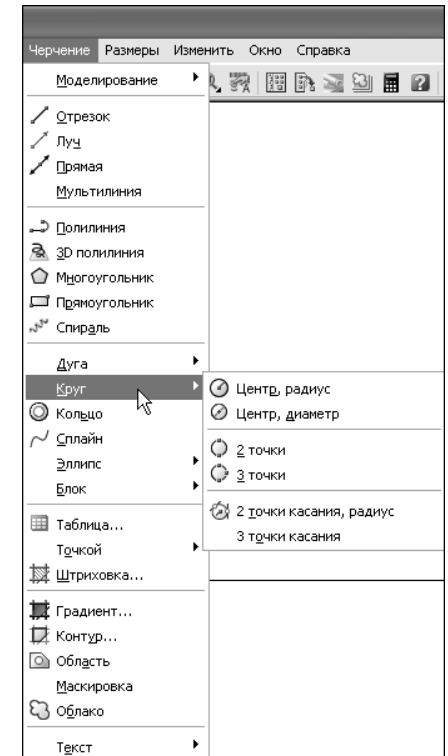

Рис. 5.16 ▼ Подменю **Черчение** ⇒ **Круг** (Draw ⇒ Circle) содержит 6 команд, соответствующих различным режимам использования команды **круг** (CIRCLE)
2. Выберите из меню команду **Черчение** ⇒ **Круг** (Draw ⇒ Circle). В открывшемся меню (рис. 5.16) представлены шесть команд, соответствующих различным режимам применения инструмента **Круг** (Circle) для построения окружностей. Первые два режима позволяют построить окружность по заданному центру и радиусу или диаметру. Следующие два – по двум или трем точкам. И, наконец, последние два режима основаны на использовании при построении окружности касательных и значения радиуса или только касательных.